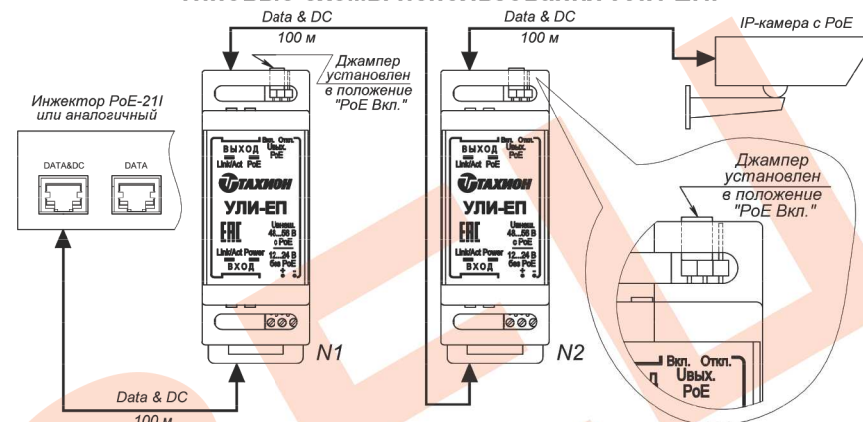

Рис.3 Пример удлинения сегмента сети Ethernet с питанием PoE при работе УЛИ-ЕП в режиме удлинителя.
- Соедините 4-х парным кабелем UTP категории не ниже 5е разъем RJ45 «Выход» удлинителя УЛИ-ЕП с разъемом «PoE» питаемого устройства или с разъемом RJ45 «Вход» последующего УЛИ-ЕП в цепочке удлинителей (см. рис.3).
6. Возможно увеличение расстояния линии связи для передачи данных по сети Ethernet и питания по технологии PoE до 300 или 400 метров при подключении 2 или 3 изделий, соответственно (см. рис.3).